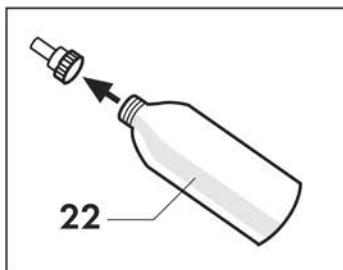

Abb. 2
Flaschenverschluss (22) der mitgelieferten Flasche abnehmen; Flasche vorzugsweise mit entmineralisiertem Wasser füllen; Flasche mit dem abgenommenen Verschluss wieder schließen (**Abb. 2**).